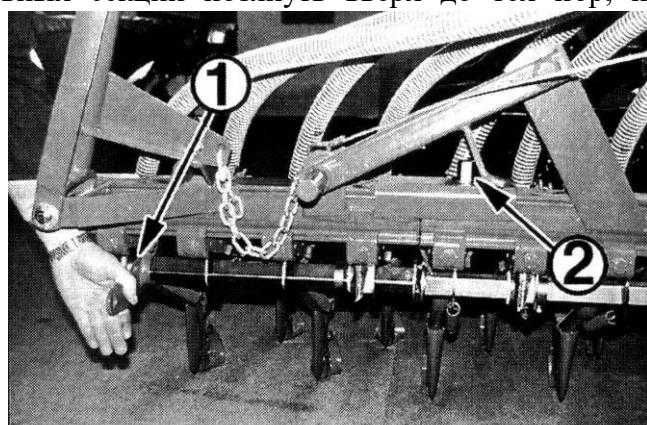

Рис. 10. Складывающаяся вручную консоль
- * рычаг под консолью высевных секций потянуть вверх до тех пор, пока сцепление не попадет в две профильные трубки (см. рис. 10).